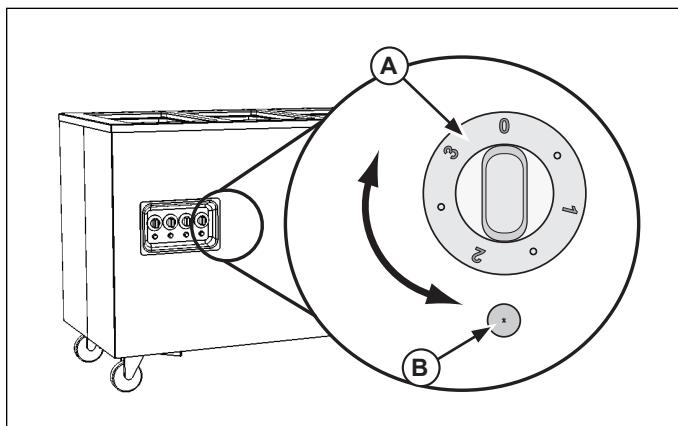

Figure 4. Commandes de station pour aliments chauds Standard
- (A) CADRAN DU THERMOSTAT.** Permet de régler la température du bac. Plus le nombre est élevé, plus la température est haute, et inversement. À la position 0, l'appareil est arrêté.
- (B) VOYANT MARCHE.** S'allume quand le compartiment est en mode Chauffe.
4. Préchauffez l'eau dans les compartiments en les couvrant avec des bacs à aliments vides ou des couvercles. Tournez le thermostat (A) au réglage maximum. Voir la figure 4. Préchauffez pendant 60 minutes.